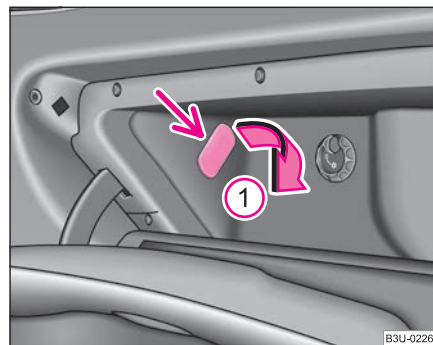

Fig. 209 Compartimento guardaoobjetos: Aluminado
- Introduzca un pequeño destornillador en la ranura junto a la lámpara ⇒ fig. 209 y saque la lámpara apalancando con cuidado en el sentido de la flecha ①.